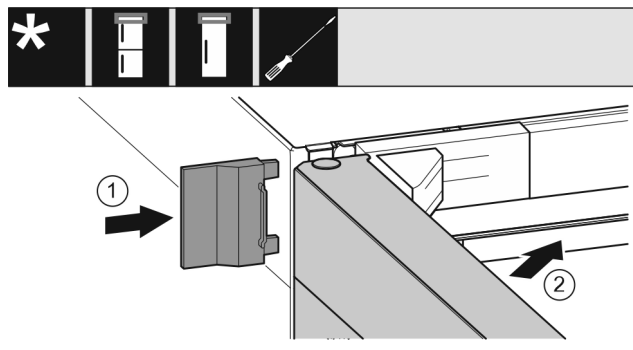

Fig. 23
- Enfiler le cache extérieur. Fig. 23 (1)
- Fermer la porte supérieure. Fig. 23 (2)